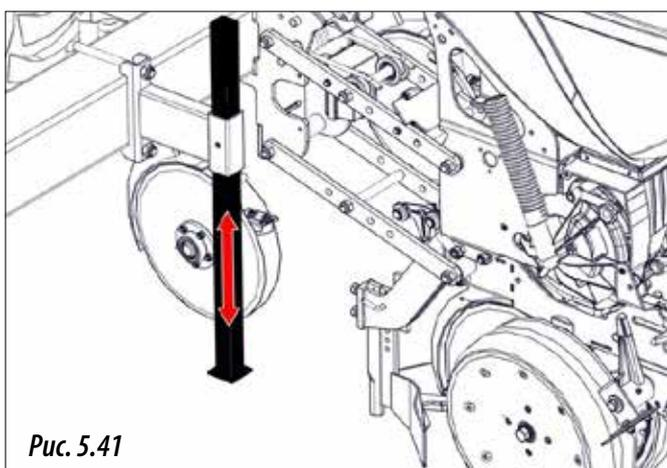

Рис. 5.41
- 3- Установите опорную ножку в нужное положение (рис. 5.41).